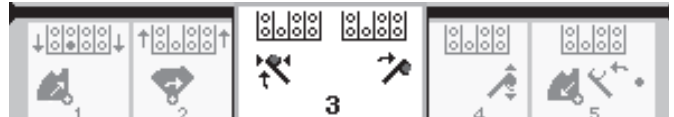

Рисунок 32
6. Отпустите перекидной переключатель, чтобы перейти к следующему этапу в последовательности действий (Рисунок 32).